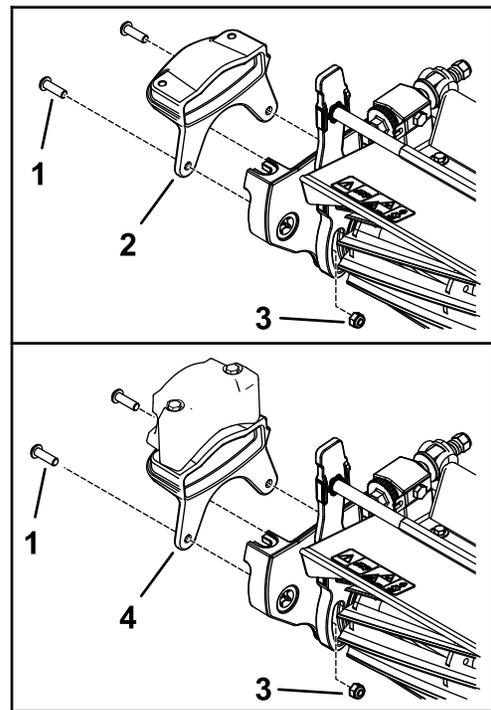

Figure 10
1. Fixez la masse neuve sur le côté de l'unité de coupe à l'aide de 2 boulons (5/16") et 2 écrous (5/16"), comme montré à la Figure 10.